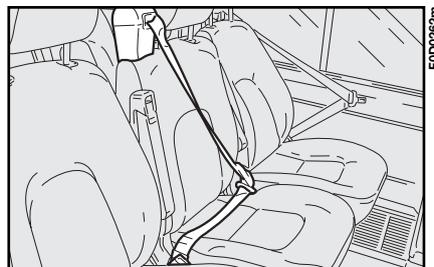

fig. 12
- **fig. 12** place centrale première rangée